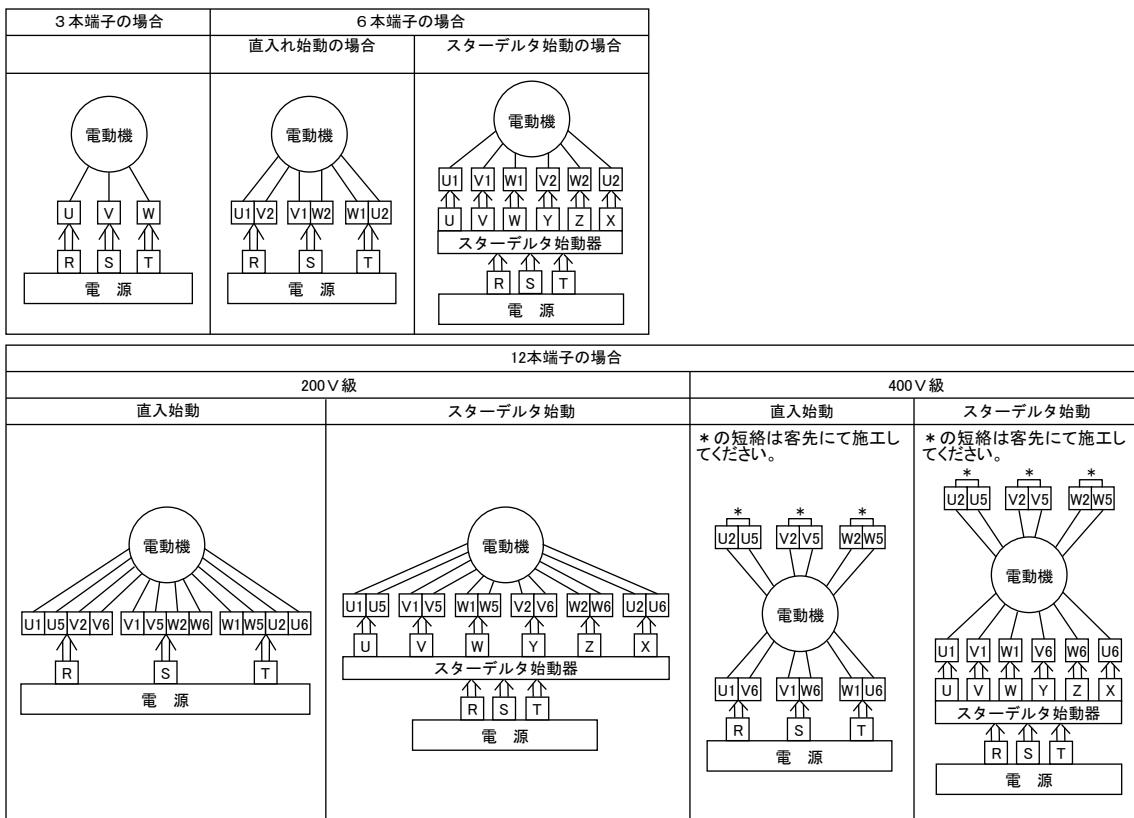

図 7 結線図（負荷側（Vブーリ側）から見て左回転の場合）
- (1) 配線は外部結線図を参照して行ってください。電動機の結線は図7を参照して行ってください。
回転方向は、負荷側（Vブーリ側）から見て、左回転です。逆回転の場合は図7の電源RとTを入れ替えてください。